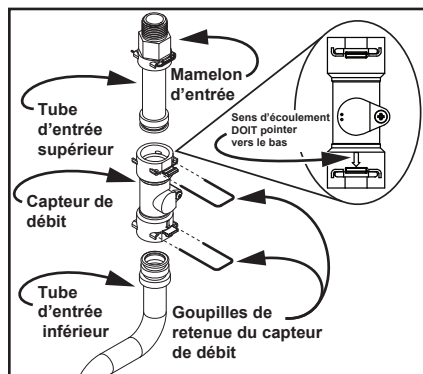

Figure 33 - Démontage des composants d'entrée et dépose du capteur de débit.
**9** À l'aide d'un tournevis à tête plate ou d'une pince à bec fin, trouver et retirer les goupilles de retenue qui maintiennent le capteur de débit sur les tubes d'entrée supérieur et inférieur. Voir Figure 33.
**2** Monter le capteur de débit sur le tube d'entrée inférieur et le maintenir en place avec l'une des goupilles de retenue du nouveau capteur de débit. Voir Figure 33. **AVIS** : La flèche de direction sur le capteur de débit DOIT pointer vers le bas.
**3** Insérer le tube d'entrée supérieur dans le capteur de débit et l'attacher à l'aide de la deuxième goupille de retenue du capteur de débit. S'assurer que les goupilles de retenue sont bien en place contre le corps du capteur de débit. Voir Figure 33.